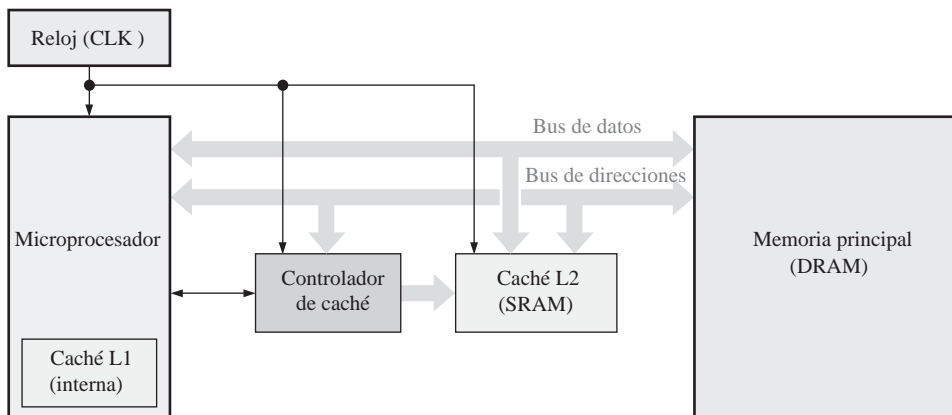

FIGURA 10.15 Diagrama de bloques mostrando memorias caché L1 y L2 en un sistema informático.
**Cachés L1 y L2.** Las cachés de nivel 1 (caché L1) están usualmente integradas en el chip del procesador y tienen una capacidad de almacenamiento muy limitada. La caché L1 se conoce también con el nombre de caché *primaria*. Una caché de nivel 2 (caché L2) es un chip o conjunto de chips de memoria independiente, externo al procesador, y usualmente dispone de una capacidad de almacenamiento mayor que una caché L1. La caché L2 también se conoce con el nombre de caché *secundaria*. Algunos sistemas pueden tener cachés de nivel superior (L3, L4, etc.), pero L1 y L2 son los más comunes. Asimismo, algunos sistemas emplean una caché de disco, ubicada en la memoria DRAM principal y utilizada para mejorar el rendimiento del disco duro, porque la DRAM, aunque mucho más lenta que la memoria SRAM, sigue siendo mucho más rápida que la unidad de disco duro. La Figura 10.15 ilustra dos memorias caché L1 y L2 en un sistema informático.